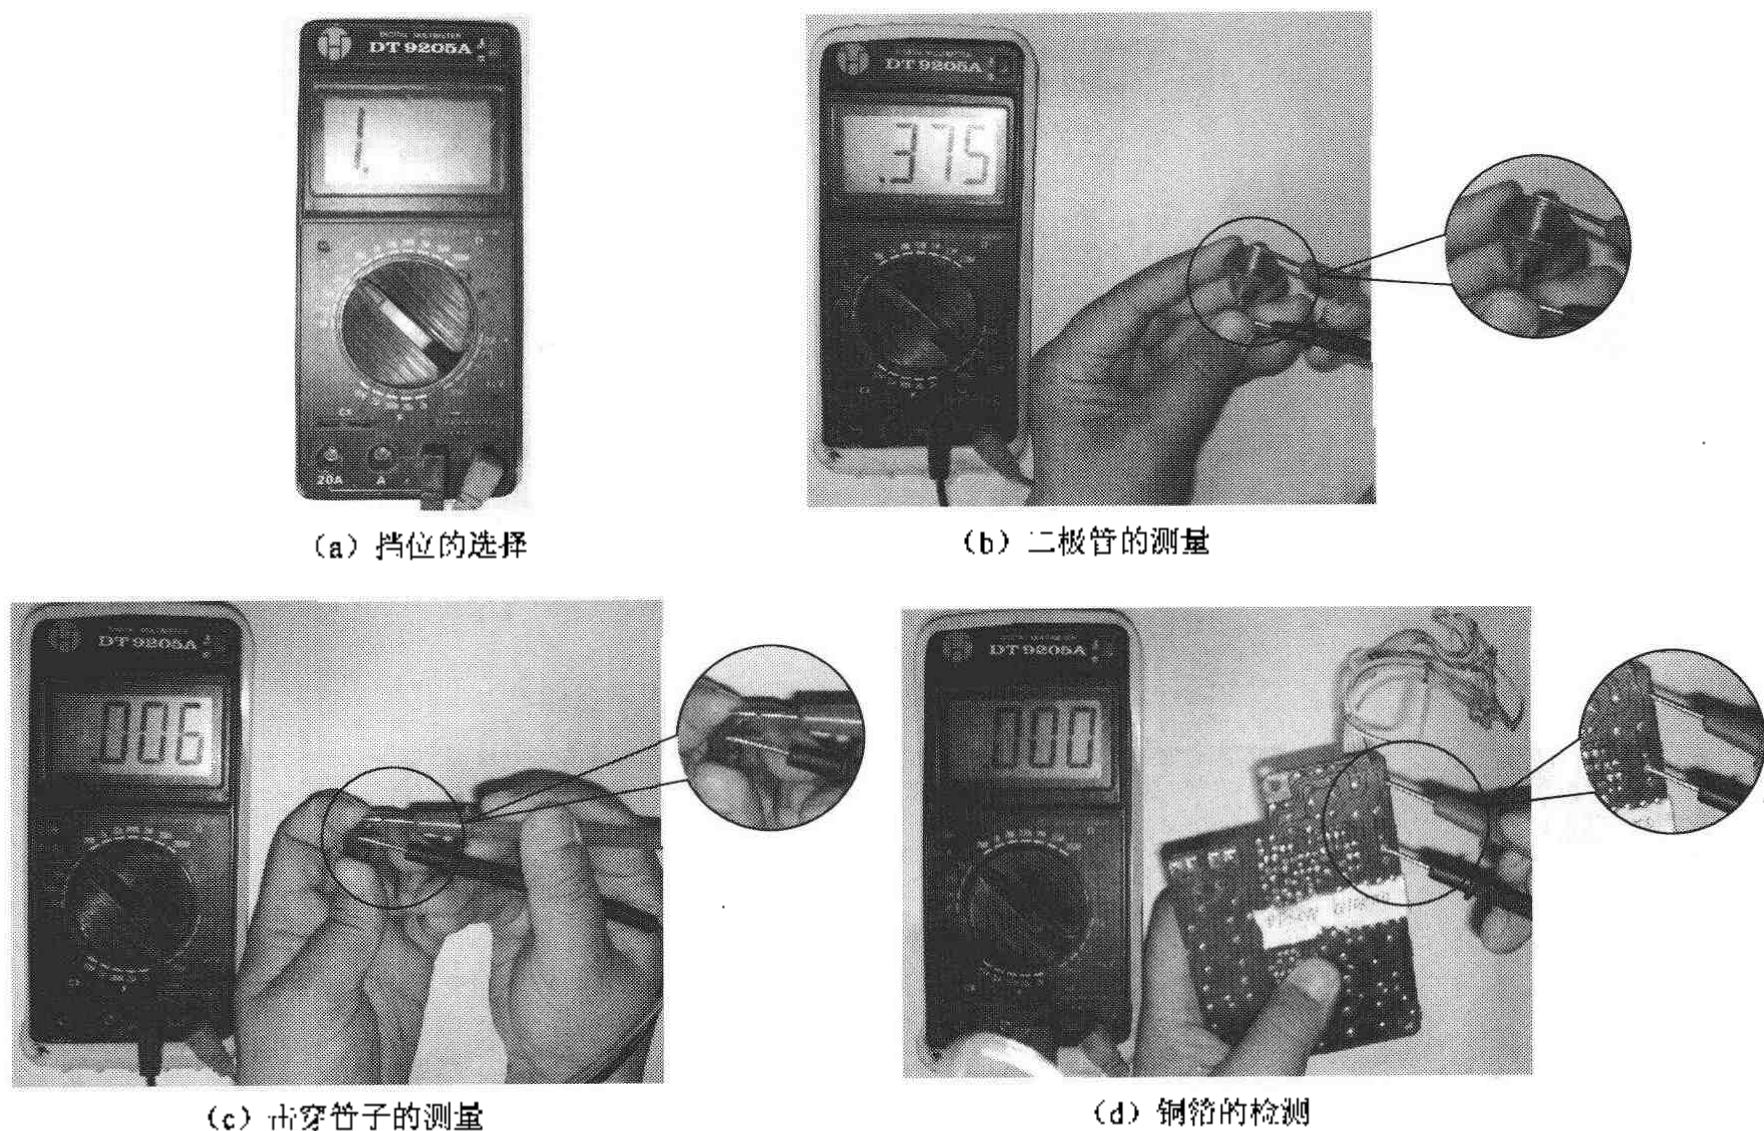

图 1-18 数字型万用表的二极管挡使用示意图
测量二极管时，将量程开关拨至二极管挡，红表笔插入“V/ $\Omega$ ”插孔内，黑表笔插入“COM”插孔内，红表笔接二极管的正极，黑表笔接二极管的负极，如图 1-18 (a)、(b) 所示。
**提示** 该万用表还具有鸣叫挡，检测的物体阻值较小时，不仅蜂鸣器鸣叫，而且指示灯也会发光。这样，在检测二极管时，若二极管击穿，通过鸣叫就可以得知，并且在检测电路板铜箔、导线等的通断时也比较直观。若被测的元件击穿或电路板上的铜箔连通正常，则显示屏显示的数值为 0 或近于 0，并且蜂鸣器鸣叫、指示灯闪烁；若铜箔或导线断路，蜂鸣器不会鸣叫，并且指示灯也不发光，如图 1-18 (c)、(d) 所示。